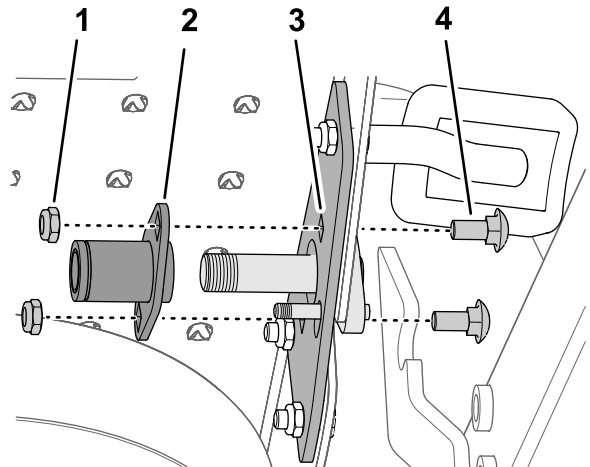

図 12
9. ピボットブラケットとフットレストのフランジにブッシュプレートを組み付ける図 12 キャリッジボルト 5/16 x ¾"2本、ロックナット5/16"2個を使用する。